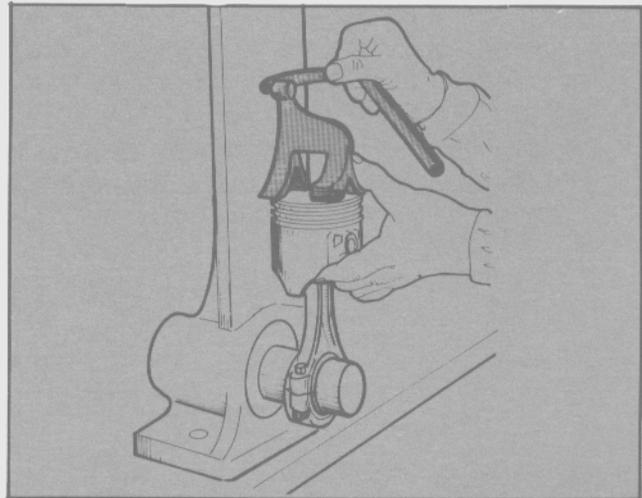

Fig. 77 - Control de alineación del conjunto biela-pistón.
- Medir la luz entre aro y fondo de ranura con el pie de colisa de un calibre, cuidando que su base haga tope con los bordes de las ranuras y que el aro esté apoyado en el fondo (Fig. 77).
- De ser correcto el ajuste citado precedentemente, deberá controlarse seguidamente la alineación de los conjuntos biela-pistón mediante un dispositivo adecuado verificando el paralelismo existente entre los ejes del pié y cabeza de biela. (Fig. 77).